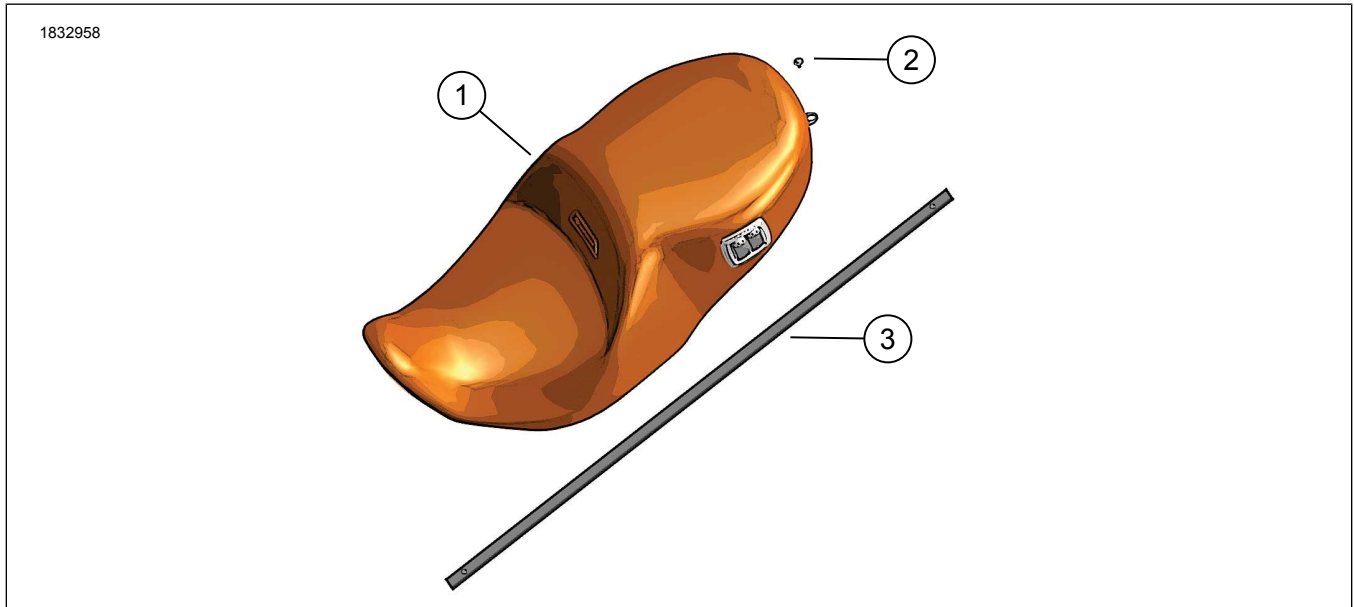

Figure 1. Contenu du kit : Selle chauffante
7. Voir la figure 1. Installer la vis de la selle (2). Serrer.